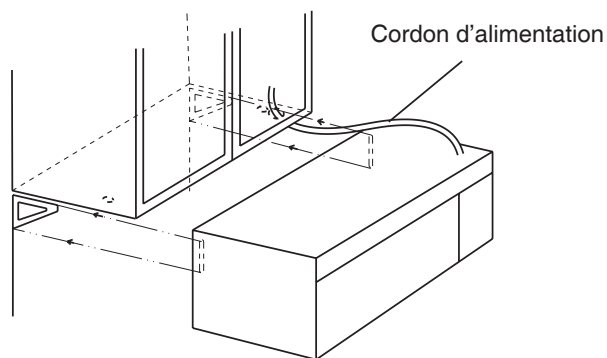

Fig. 4-1
5. Soulever et installer le produit sur le support en le faisant glisser sur les rails du support. Pour cela, il faut une personne de chaque côté du four. Pousser le four à fond jusqu'à ce qu'il affleure le mur. Tirer sur le cordon d'alimentation par l'ouverture et s'assurer de ne pas le coincer entre l'extérieur du boîtier du four et le fond de l'armoire. Le four devrait s'ajuster solidement sous le rebord du bord supérieur du support (Fig. 4-1).